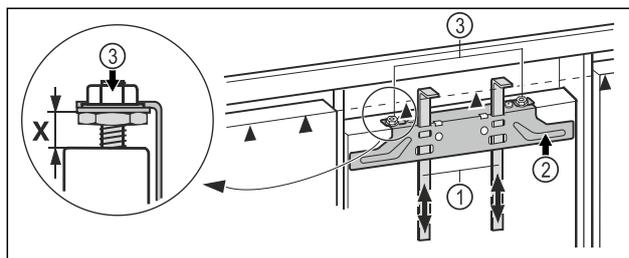

Fig. 44
- ▶ Spingere verso l'alto gli ausili di montaggio Fig. 44 (1) all'altezza della porta del mobile. Il bordo di arresto inferiore ▲ dell'ausilio di montaggio = al bordo superiore della porta del mobile da montare.
- ▶ Svitare la traversa di fissaggio Fig. 44 (2) mediante i controdadi Fig. 44 (3).